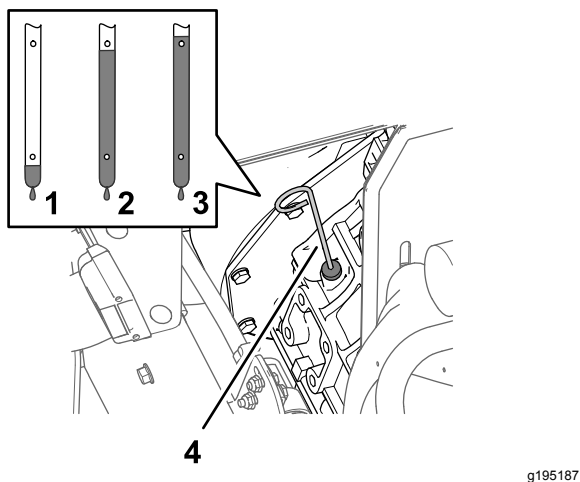

图 74
6. 取出量油尺并检查发动机中的机油油位 (图 74)。
7. 慢慢注入规定油量的剩余部分使油位达到量油尺上的“已满”标记处图 74。